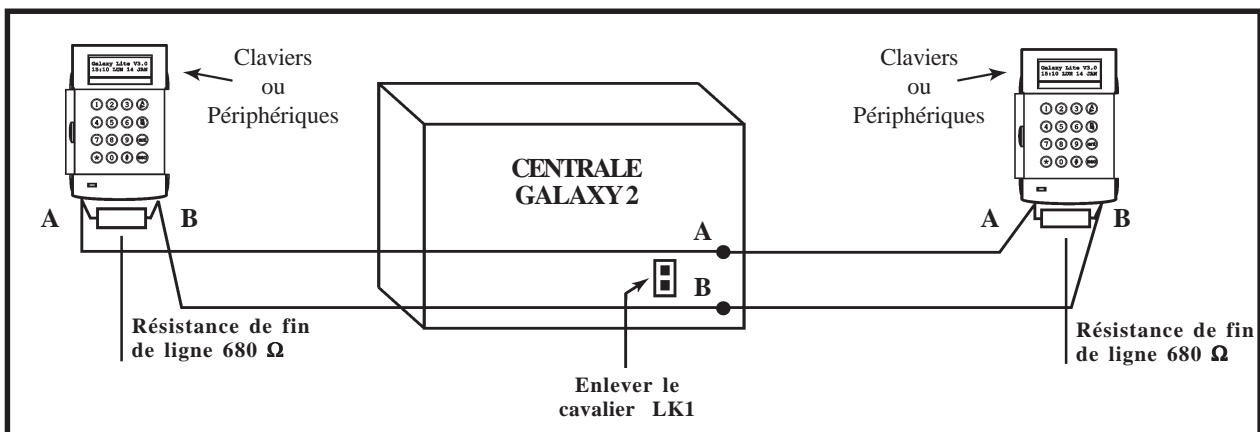

Figure 20. Exemple de configuration " Double résistances fin de ligne ".
1. Ouvrir le cavalier **LK1** pour déconnecter la résistance de fin de ligne de  $680\Omega$  placée sur la carte principale. Se référer à la figure 20 ci-dessous.
2. Câbler les deux lignes bus depuis les bornes A et B de la centrale, conformément à la figure 20.